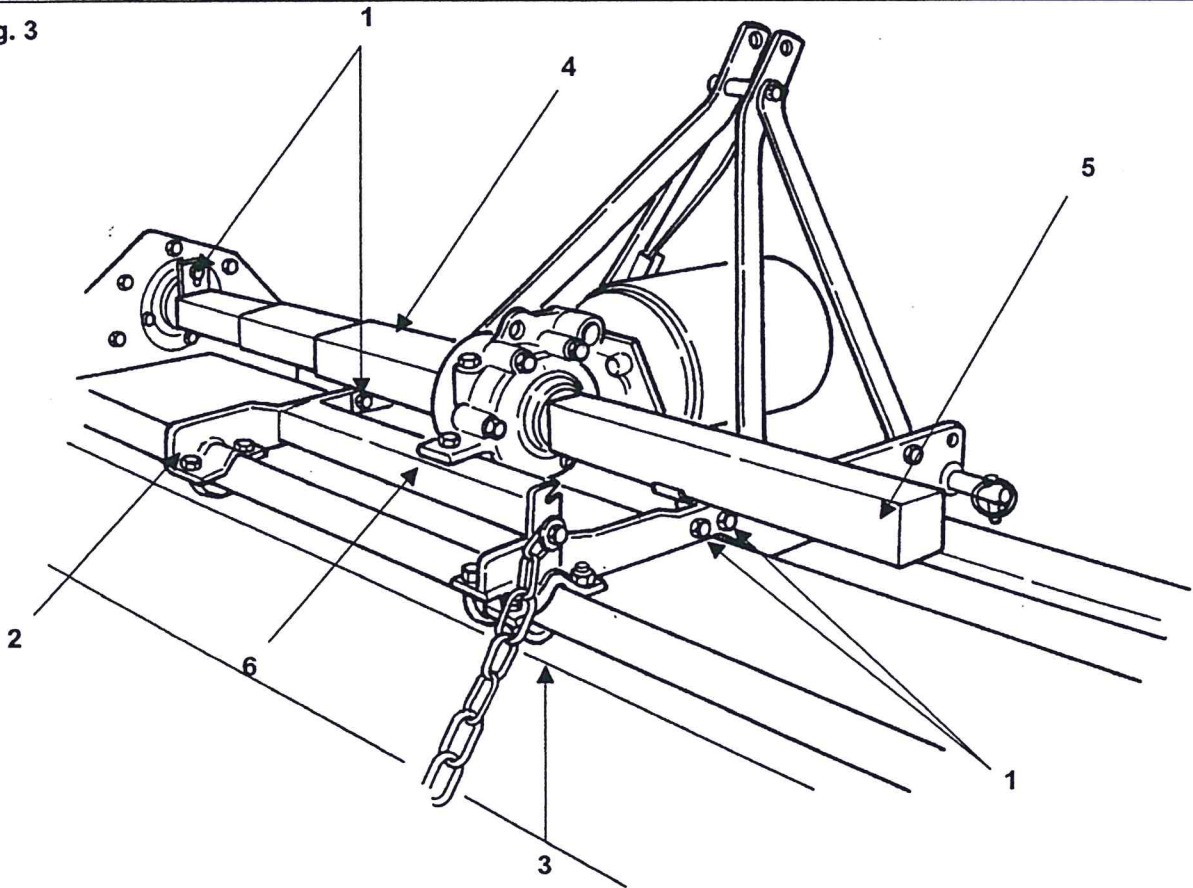

Fig. 4
4. Sicherstellen, daß der Öl-Entlüftungsstopfen (siehe **Nr. 5, Abb. 4**) auf dem Getriebekasten aufgeschraubt ist. Das Vorhandensein von Öl im Untersetzungsgetriebe nachprüfen (Öl SAE 90). Sicherstellen, daß der Ölstand bis zu 5-6 cm unterhalb des Loches reicht, wo der Entlüftungsstopfen aufgeschraubt ist.
11. Um die Einstellungskette (siehe **Nr. 2, Abb. 4**) an der hinteren Haube (siehe **Nr. 1, Abb. 4**) anzubringen, muß die Bügelschraube (siehe **Nr. 3, Abb. 4**) mit der hineingesteckten Kette an der hinteren Haube befestigt werden, indem sie in den dafür vorgesehenen Löchern mit den 4 Muttern (2 befinden sich oben an der Haube und zwei an der anderen Seite der Haube) festgemacht wird. Die Befestigungs-Bügelschraube des Kettenhalters (siehe **Nr. 4, Abb. 4**) hineinstecken und die Muttern gut festziehen, damit der Kettenhalter gleichzeitig auch als Sperre für den verschiebbaren Rahmen dienen kann.
Die Gleithaube (siehe **Nr. 1, Abb. 4**) muß immer in Kontakt mit dem Erdboden sein: Auf diese Weise wird der bearbeitete Boden gut geebnet und zerhackt und man verhindert außerdem, daß Material von der hinteren Seite herausgeschleudert wird.
Die Einstellung der Haube erfolgt durch die dafür vorgesehene Kette (siehe **Nr. 2, Abb. 4**), die mit den beiden Trägern (siehe **Nr. 3 & 4, Abb. 4**) verbunden ist.